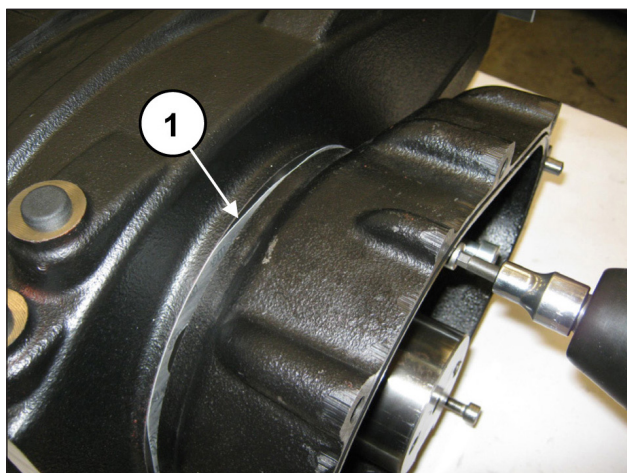

图 24
逐渐拧紧3个M8螺栓 (位置①, 图 24) , 以防止减速齿轮箱倾斜过多并在底座上卡住。